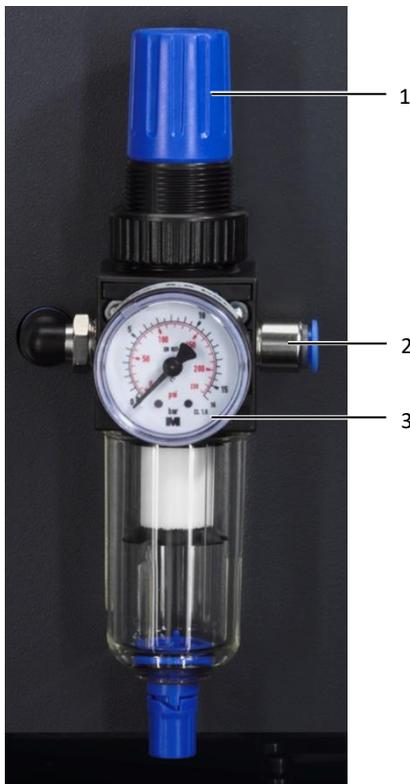

Abb. 6: Anschlüsse installieren
- Schließen Sie zuerst den Druckluftschlauch an der Druckluftwartungseinheit des Automaten an (Abb. 6, Pos. 2).
- Kontrollieren Sie die Manometeranzeige (Abb. 6, Pos. 3).
- Falls nötig, regeln Sie den Betriebsdruck nach. Ziehen Sie dazu die Einstellschraube (Abb. 6, Pos. 1) nach oben und drehen Sie sie vorsichtig: